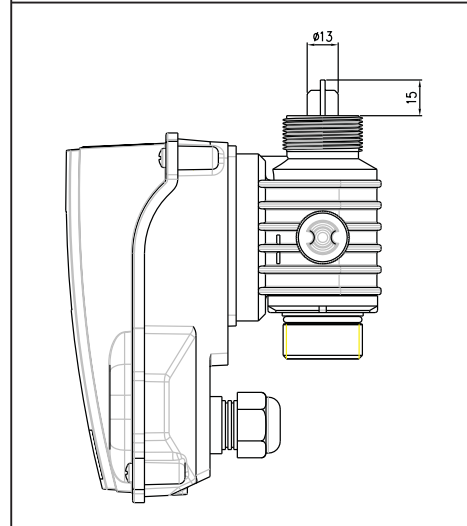

рис. 5
**Внимание!** Для того, чтобы обеспечить свободный ход обратного клапана при монтаже учитывайте размеры указанные на рис. 5